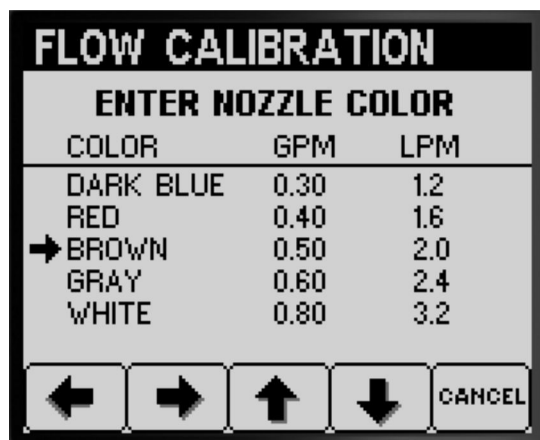

Figura 44
- Per le macchine dotate di ugelli con colori corrispondenti alle portate descritte in Figura 44, selezionare il colore degli ugelli montati nella posizione di irrorazione attiva.
- Per le macchine dotate di ugelli con colori **non corrispondenti** alle portate descritte in Figura 44, selezionate la portata (in gpm o lpm) degli ugelli montati nella posizione di irrorazione attiva.
3. Premete il pulsante 2 per andare alla fase successiva (Figura 44).